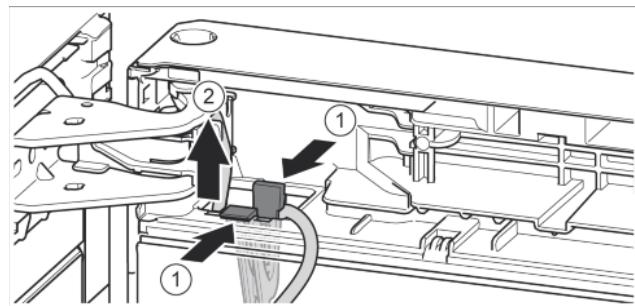

Fig. 25
- Нажать на соединительную накладку. Fig. 25 (1)
- Вынуть держатель кабеля с закрепленным на нем кабелем. Fig. 25 (2)